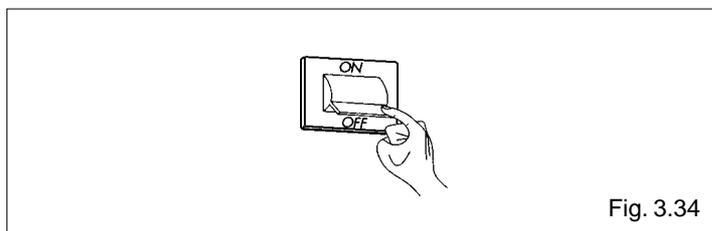

Fig. 3.34
- Antes de empezar el vaciado de la caldera hay que quitar la alimentación eléctrica de la misma poniendo el interruptor general de la instalación y el interruptor del panel de mandos en "apagado" (fig. 3.34)